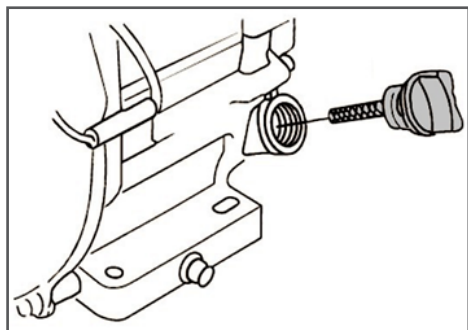

Рис. 10 Крышка-щуп маслосазливной горловины
2. Открутите крышку-щуп маслосазливной горловины и извлеките щуп (Рис. 10).
2. Открутите крышку-щуп маслозаливной горловины и извлеките щуп (Рис. 10).